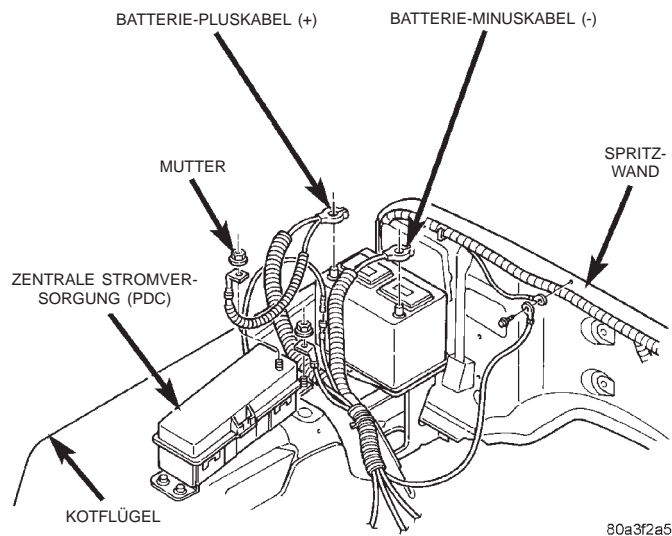

Abb. 15 Zentrale Stromversorgung (PDC)
(1) Batterie-Minuskabel (-) abklemmen und elek­trisch isolieren.
(2) Abdeckung der Zentralen Stromversorgung (PDC) abbauen (Abb. 15).
(3) Die genaue Lage des Anlasser­relais in der PDC ist auf der Innenseite der PDC-Abdeckung kenntlich gemacht.